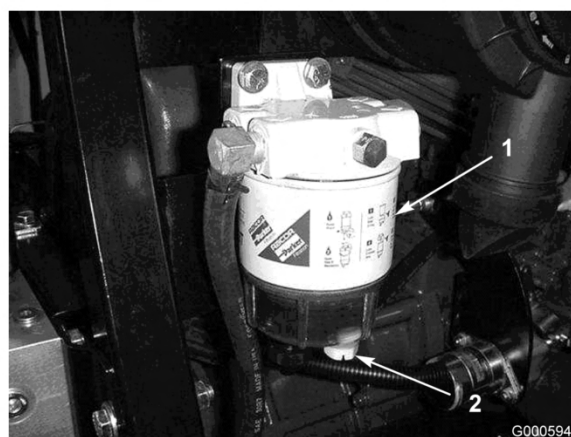

Figure 35
Vidangez chaque jour l'eau ou autres impuretés qui se trouvent dans le séparateur d'eau (Figure 35).
2. Dévissez le bouchon de vidange en bas de la cartouche du filtre (Figure 35). Revissez le bouchon quand la vidange est terminée.